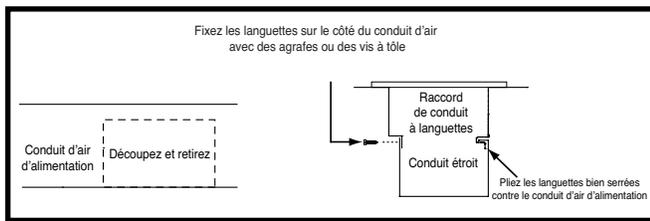

Figure 14. Conduits d'air étroits – Option 1
1. Coupez et retirez le dessus du conduit d'air d'alimentation, comme indiqué à la Figure 14.
3. Pliez les languettes inférieures du raccord de conduit vers le haut et serrez-les le plus possible contre le conduit d'alimentation en air (Figure 14).